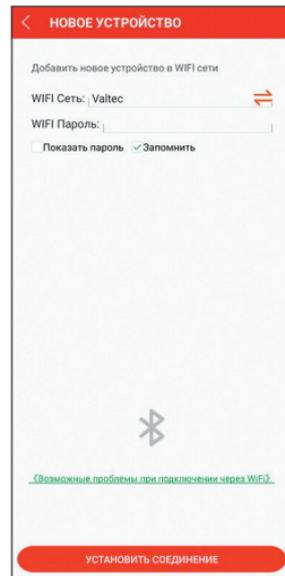

Рисунок 7
8.3.2. В появившемся окне «Новое устройство» в поле «WiFi Сеть» определяется название используемой сети. В поле «WiFi пароль» необходимо ввести пароль для подключения к сети. Нажмите кнопку «Установить соединение» внизу экрана (*рисунок 7*).